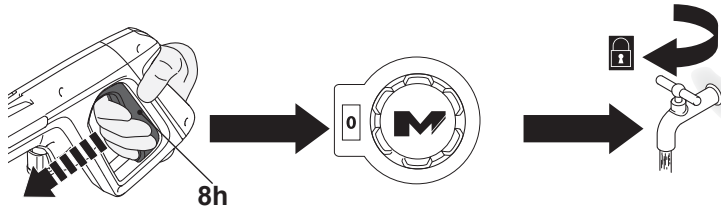

Fig. 17
- > Solte o gatilho (8h) (Fig. 17).